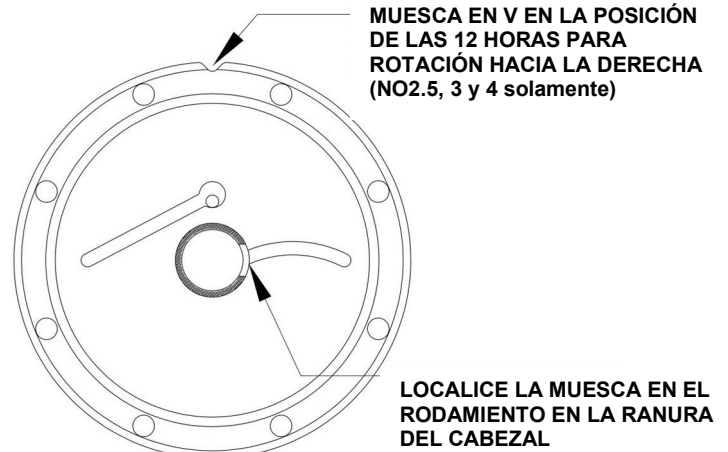

Figura 5 – Ubicación del rodamiento
- c. Recubra el rodamiento con grasa y colóquelo sobre la cara interior del cabezal, con el extremo con la muesca HACIA ARRIBA. Alinee la muesca en el rodamiento con la ranura en el cabezal (consulte la figura 5).